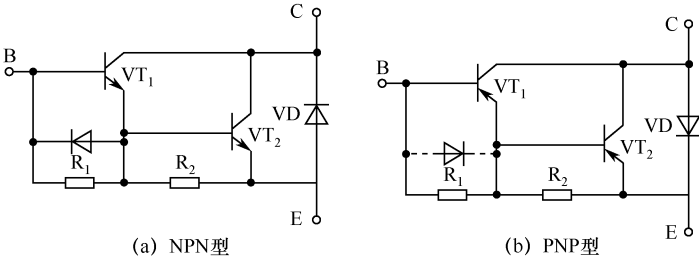
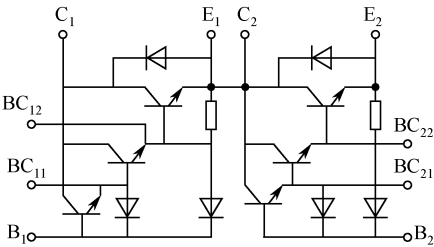

图 3-29 带有电阻和二极管的达林顿管的内部电路
图 3-31 达林顿模块的内部连接
4) 改善热稳定性	<p>达林顿管通常用在大功率输出电路中。由于功率大，造成温度上升，导致达林顿管整体热稳定性差。为此，常采用以下措施。</p> <div><div>(1) 内含均衡电阻。大功率达林顿管内部设有均衡电阻 R_1 和 R_2，以均衡 VT₁、VT₂ 的基极电压，提高管子的热稳定性，还能有效地提高末级功率三极管的耐压。</div><div>(2) 阻尼二极管。在大功率达林顿管末级三极管的集电极与发射极之间反向并联阻尼二极管，以防负载短路时被击穿。带有均衡电阻和阻尼二极管的达林顿管的内部电路如图 3-29 (a)、(b) 所示。</div></div>
实际中常用达林顿模块的内部连接除图 3-28、图 3-29 所示外，还有如图 3-31 所示模块。图上的三个二极管中，下面两个是加速二极管，上面的为续流二极管。加速二极管的原理是引进了电流串联正反馈，达到加速的目的。